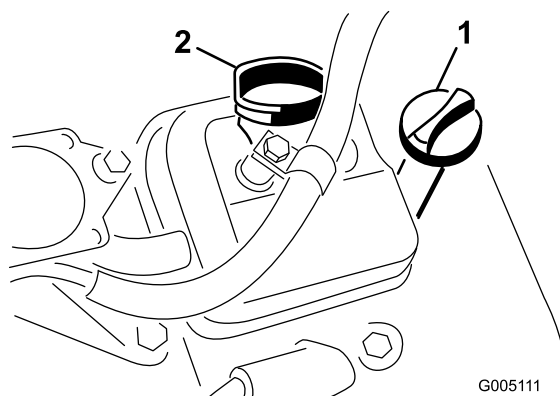

Figura 24
2. Desaparafuse a vareta e limpe-a com um pano limpo. Aparafuse a vareta no tubo e certifique-se de que se encontra completamente introduzida (Figura 24).